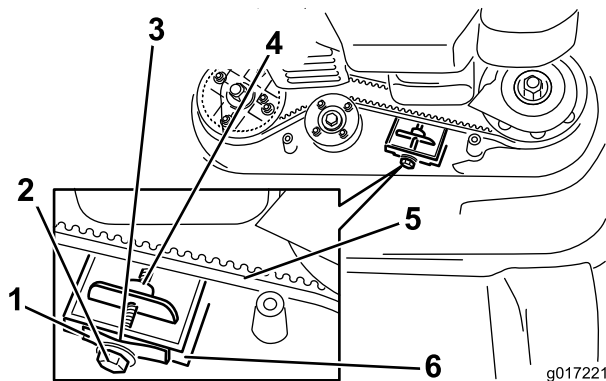

Bild 39
**Hinweis:** Wenn ein sichtbarer Abstand zwischen der Fühlerlehre und der Feder besteht, ziehen Sie die Einstellschraube und Mutter an, bis das Papier fast nicht mehr in den Abstand eingeschoben oder herausgezogen werden kann (Bild 39).